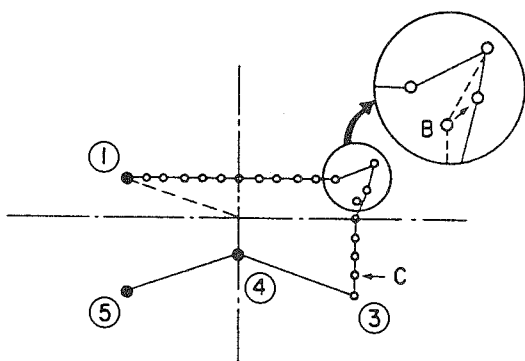

Fig. 5
- Paso 17 Mueva la aguja a la posición B como se ilustra en la Fig. 5. Entonces pulse las teclas **8** y **2** hasta que el LED **U2** indique **Función** [Movimiento de punto (absoluto)]. Luego pulse la tecla **Retraso (Seleccionar)**.
- Paso 20 Mueva la aguja usando las teclas **Avance** y **Retraso**, y confirme que el punto de entrada de la aguja se ha movido como se ilustra en la Fig. 5.
- Paso 21 Mueva la aguja a la posición C que se ilustra en la Fig. 5. Luego pulse las teclas **8** y **2** hasta que el LED **U1** indique **Función** [Borrado de punto (relativo)]. Luego pulse la tecla **Retraso (Seleccionar)**.